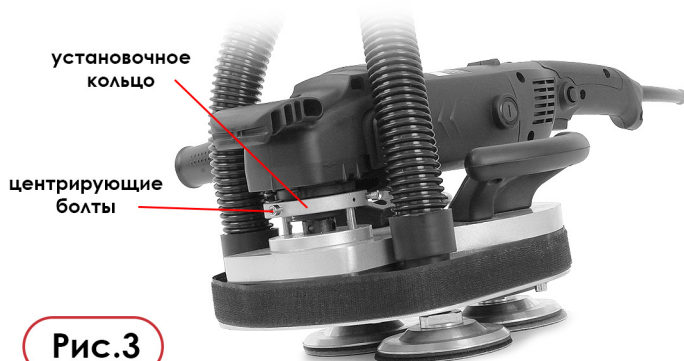

Рис.3
5. Установите универсальный электродвигатель на планетарную шлифовальную базу, поместив его в установочное кольцо. Убедитесь, что наружная резьба выходного вала электродвигателя совпадает с внутренней резьбой орбитальной шлифовальной базы, а центрирующие болты попадают в кольцевую канавку шейки электродвигателя (Рис. 3).